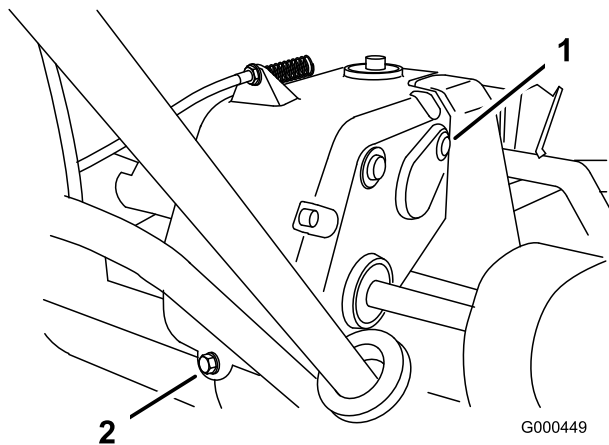

Bild 28
- Entfernen Sie die Ablassschraube hinten am Getriebe (Bild 28).
3. Drücken Sie den Griff nach unten und kippen Sie die Maschine nach hinten. Nehmen Sie die Prüf-/Füllschraube aus der rechten Getriebeseite heraus (Bild 28).